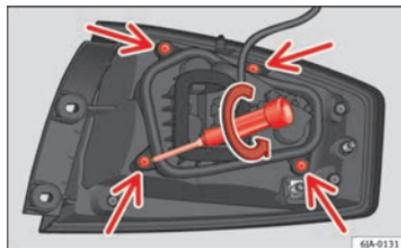

Fig. 164 Tornillos de fijación en la parte posterior de la unidad de luz trasera
- Desatornille los cuatro tornillos de fijación del portalámparas en sentido antihorario con el destornillador de dotación o una llave Torx 20 (T20) ⇒ fig. 164. Tener precaución de no perder los tornillos de fijación del portalámparas.